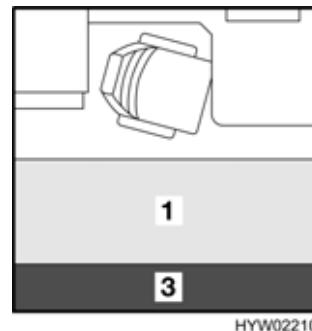

Fig. 100 Dopo la trasformazione
- Piazzare il cuscino dello schienale (Fig. 100,3) tra il cuscino del divano e la parete esterna.